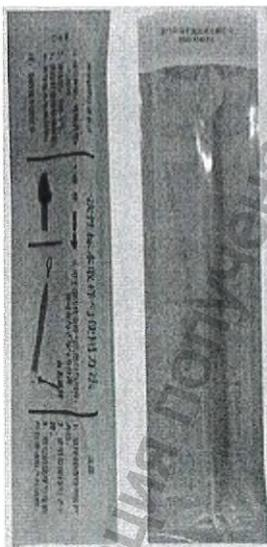

Рисунок 2.6-1 Ложка одноразовая для отбора образцов
- Ложка одноразовая для отбора образцов (рис.2.6-1)